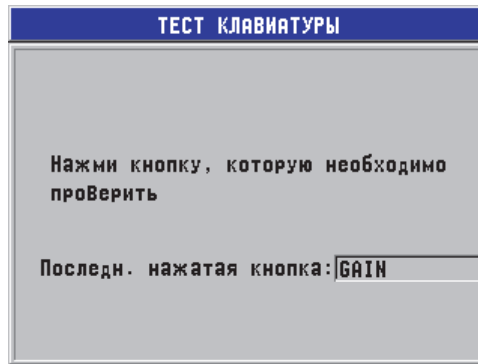

Рис. 12-2 Экран **ТЕСТ КЛАВИАТУРЫ**
4. При выборе **ТЕСТ КЛАВИАТУРЫ**, в окне **ТЕСТ КЛАВИАТУРЫ** (см. Рис. 12-2 на стр. 222):